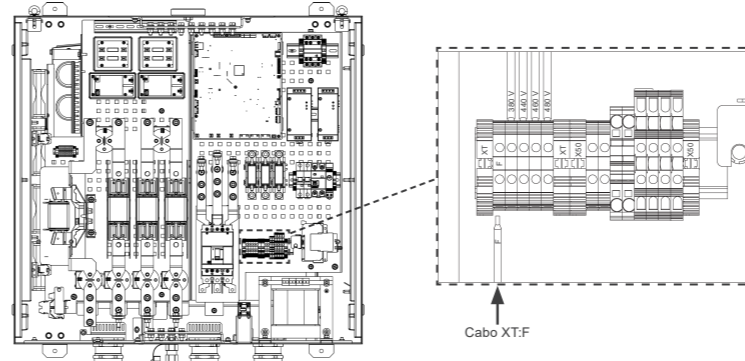

Figura 5.3: Ajuste da tensão da rede de alimentação
- Localize o conjunto de bornes XT ao lado do disjuntor de alimentação. (Figura 5.3)